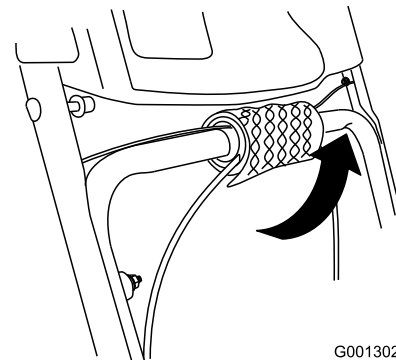

Bild 6
1. Wickeln Sie die Kabelenden vom unteren Griff ab (Bild 6).